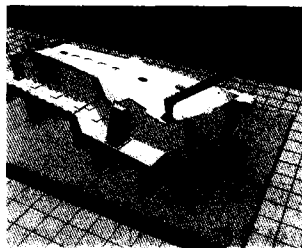

图6 倒置加工
(4) 倒置加工 如图6所示,某些大型零件无法正置,需要对底面进行加工,则需要将机床倒置,这时可以将并联机床的固定或移动支架做成斜向上的角度,实现向上倒置加工。